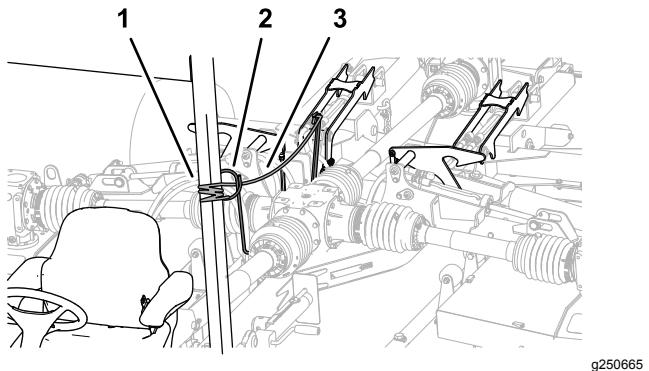

Рисунок 38
- Потяните и удерживайте трос фиксаторов дек (Рисунок 38).